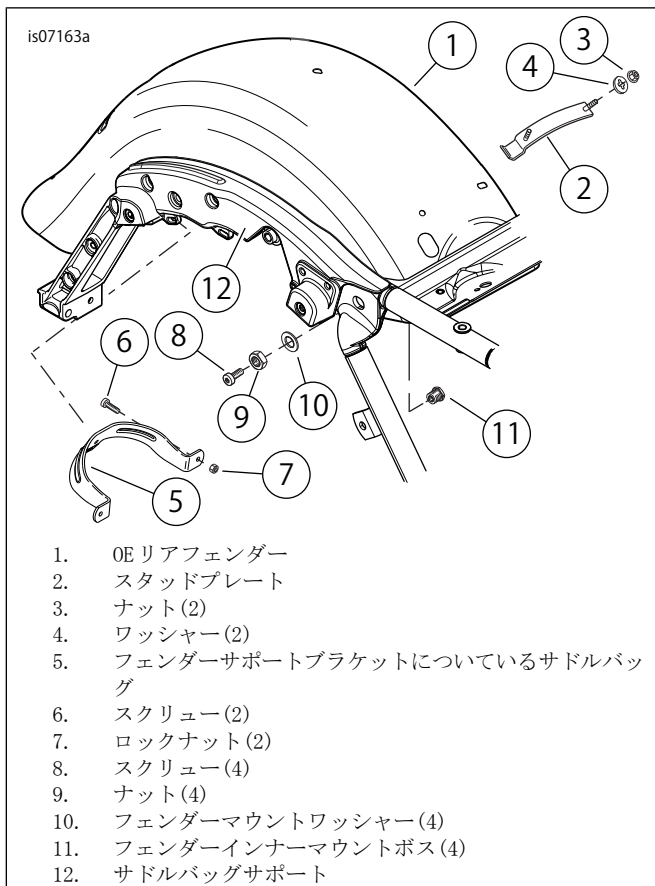

図1。リアフェンダーアイテムの取り外し
2. 図1を参照してください。以下のアイテムを標準装備(OE)フェンダー(1)から取り外します。以下のアイテムは新品のフェンダーに後に取り付けるため、保管します:
1. 図1を参照してください。新品のフェンダーマウントボス(11)を内側からフェンダーの側面の4つの穴のうちの1つに通して取り付けます。